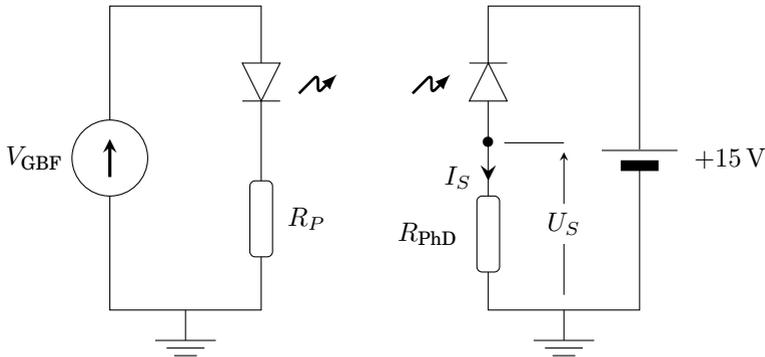

FIGURE 1.3 – Transmission optique LED /Photodiode IR
La rapidité d'un capteur (ici l'ensemble du circuit de photodétection) est définie par son **temps de réponse** et par sa **bande passante**. Pour mesurer la bande passante d'un système de photodétection, on propose le schéma de la figure 1.3.
**Q8** Calculer la valeur de la résistance  $R_P$  qui permet de limiter le courant dans la LED TSAL6100 à 80% de son courant maximal, pour une tension appliquée par le GBF de l'ordre de 10 V et réaliser le circuit de la figure 1.3 .